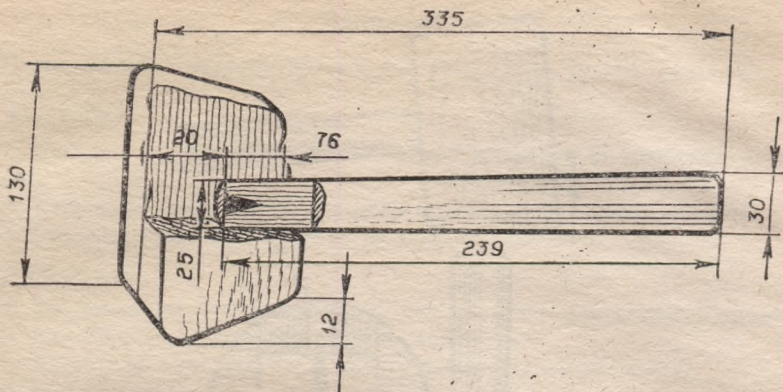

Рис. 17. Столярная киянка.
Головка *столярной киянки* не прямоугольная, а несколько скошенная (рис. 17). Это облегчает работу, делает ее более качественной. При ударе такой киянкой по ручке стамески вся сила удара передается на лезвие и инструмент не выворачивается.
2. Составьте план работы на изготовление столярной киянки (см. рис. 17).